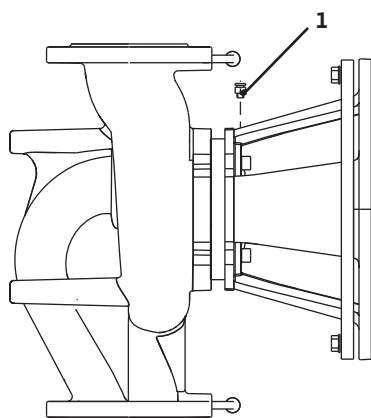

Рис. 38: Клапан для выпуска воздуха
- Удалить воздух из насосов путем открытия клапанов для выпуска воздуха (рис. 38, поз. 1). Сухой ход разрушает скользящее торцевое уплотнение насоса. На дифференциальном датчике давления запрещается удалять воздух (опасность разрушения).